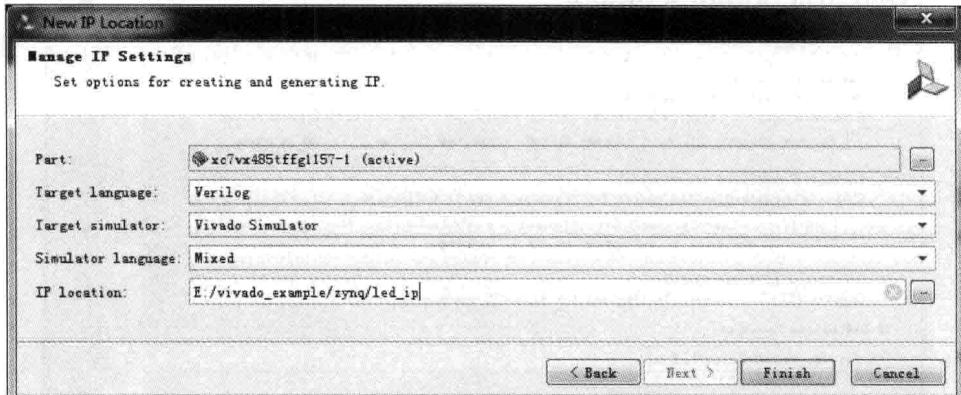

图 4.56 新 IP 的设置界面
(1) 在Windows 7操作系统主界面左下角选择开始→所有程序→Xilinx Design Tools→Vivado 2013.3→Vivado 2013.3。
(2) 在Vivado开始界面中,单击Manage IP,选择New IP Location...。
(3) 出现New IP Location>Create a New Customized IP Location对话框界面。
(4) 单击Next按钮。
(5) 如图 4.56 所示, 出现 New IP Location-Manage IP Settings 对话框界面。按下面设置参数: